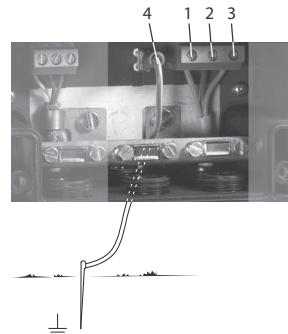

图 4 电气连接和接地
见图 4，位置 4。
- 将电源电缆连接到 CIU 单元（图 4，位置 1、2 和 3）。